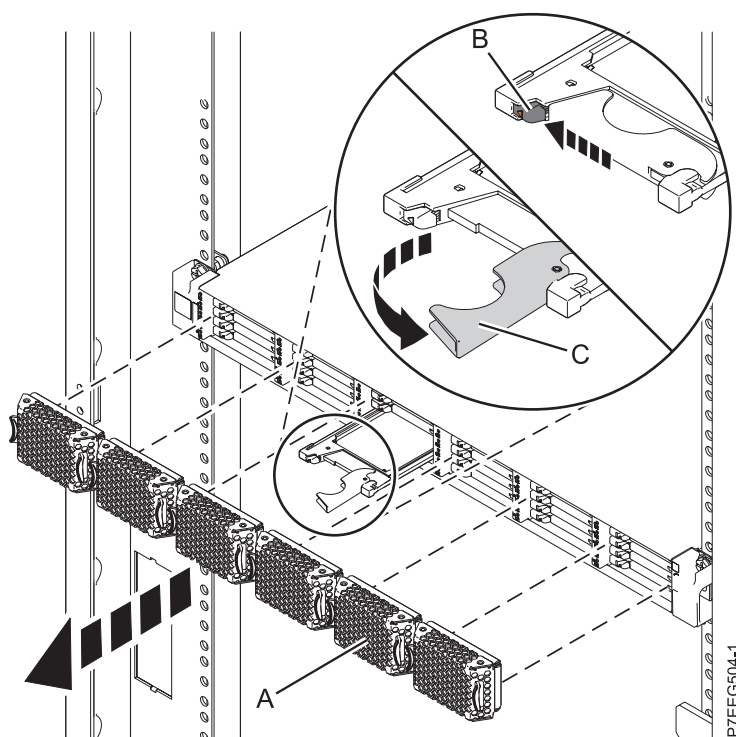

Figura 40. Extracció de la unitat d'estat sòlid des de Allotjament d'emmagatzematge PCIe 5888
1. Aixequeu la tapa bisellada (A) que cobreix la ranura que conté la unitat d'estat sòlid. Consulteu Figura 40.
2. Desplaceu el pestell d'alliberació (B) amb compte per tal de desbloquejar la nansa de la unitat.
3. Agafeu la nansa (C) i feu sortir parcialment la unitat de la ranura.